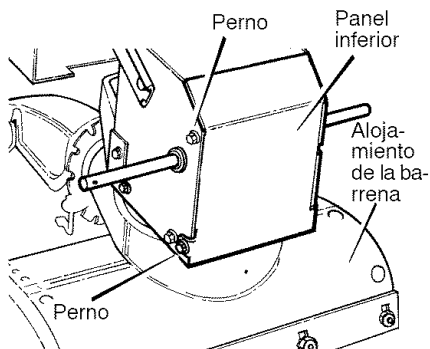

Figura 84
2. Afloje los **pernos** a cada lado del **panel inferior** (Figura 84).
18. Instale el **panel inferior** (Figura 84).
13. Instale el **panel inferior** (Figura 84).